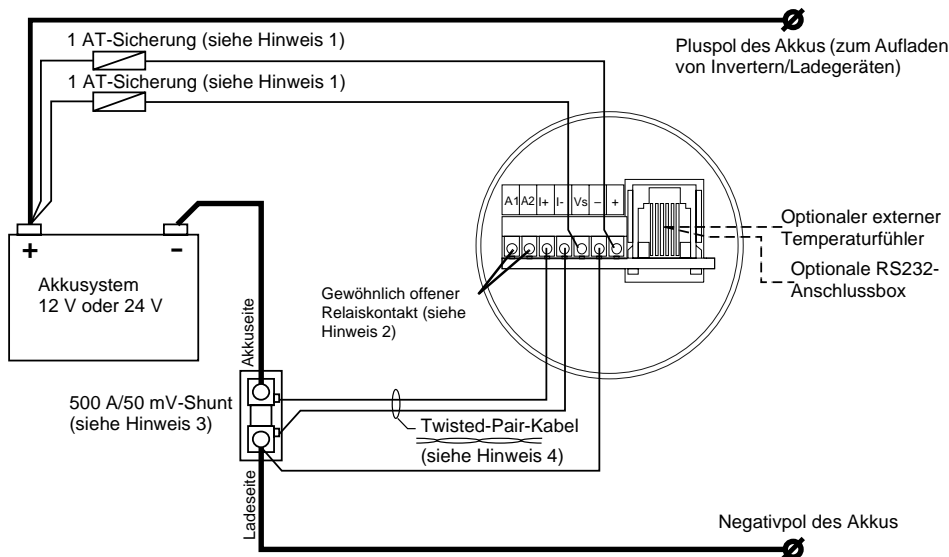

Abbildung 3 Verkabelungsdiagramm
- Schließen Sie den Akku-Monitor am Akkusystem an. **Stellen Sie unbedingt sicher, dass die beiden 1 A-Sicherungen von den Inline-Sicherungshaltern entfernt wurden, bevor Sie die Kabel am Akku anschließen.** Folgen Sie sorgfältig dem Verkabelungsdiagramm (Abbildung 3) und den dazugehörigen Hinweisen. Eine falsches Anschließen kann zu Fehlfunktionen des Akku-Monitors und zu Brandgefahr führen. Die dicken Linien im Verkabelungsdiagramm entsprechen den Hauptstromkabeln. Hierbei muss es sich um Hochleistungskabel handeln, die den gesamten aus dem Akku geführten Ladestrom leiten können. Die fünf Kabel zum Akku-Monitor können mit Quetschkabelschuhen an Shunt und Akku angeschlossen werden.